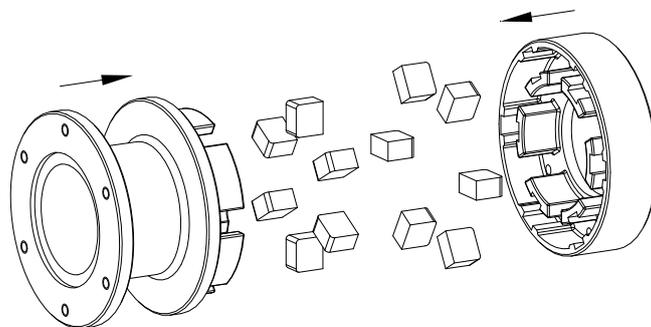

Figura 17: Montaggio di flange di trasmissione, elemento intermedio e pezzi in elastomero
- Assemblare le flange di trasmissione, l'elemento intermedio e i pezzi (vedere la figura 17).